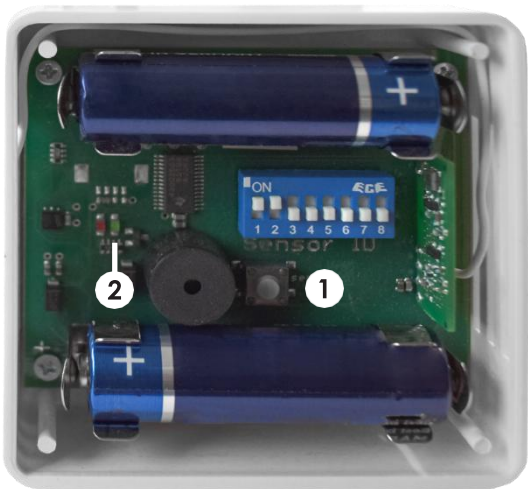

Fig. 3.4.3: Functionaliteit controleren
3. Controleer of de draadloze vochtigheidszender werkt. Druk hiervoor op de knop (Afb. 3.4.3/1).
+ Als de LED (Afb. 3.4.3/2) kort oplicht, is de draadloze vochtigheidssensor klaar zender klaar is voor gebruik. Als de zender van de radiovochtigheid tijdens het gebruik regelmatig een korte signaaltoon uitzendt, vervang dan de batterijen.